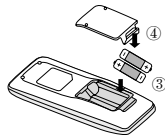

Fig. 2
- Sätt in två 7# (AAA 1,5V) torrbatterier och se till att positionen för „+“ polar och „-“ polar är korrekt (som visas i Fig. 2 ③).
- Sätt tillbaka kåpan (som visas i Fig. 2 ④).